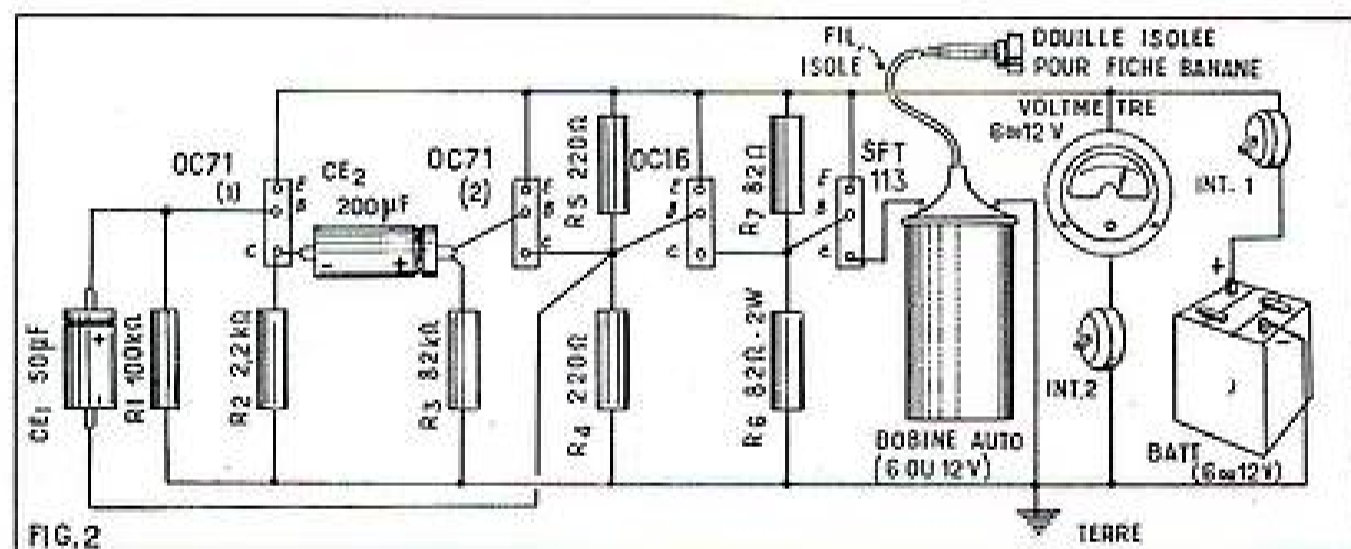
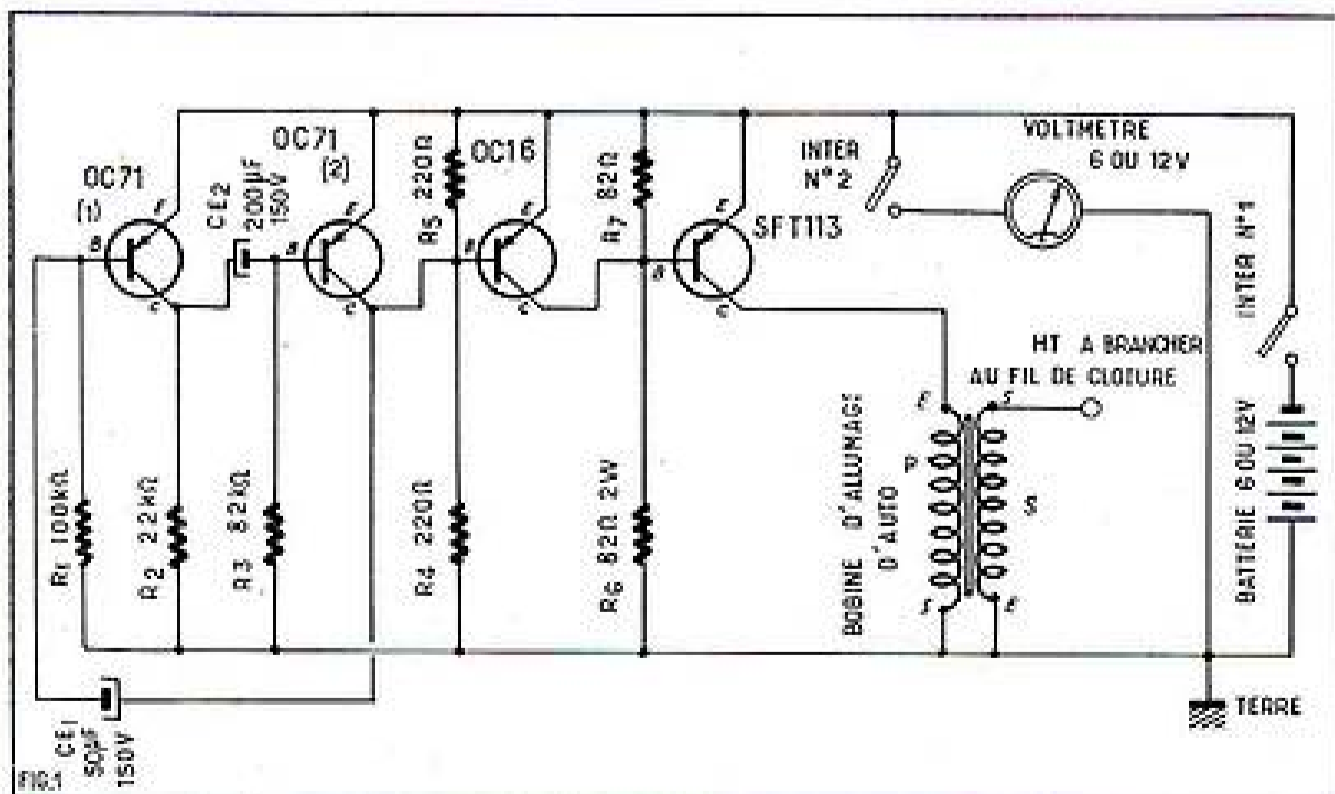

FIG.2
FIG.1
Câblage de l'appareil (fig. 1 et fig. 2).
La sortie (S) de la bobine d'allumage est branchée à la douille isolée pour fiche banane, sur laquelle sera relié par la suite le fil de clôture. Cette sortie HT de la bobine d'allumage est facilement reconnaissable, car elle se trouve au milieu de la partie supérieure de la bobine d'allumage, et elle est isolée dans un manchon en bakélite (fig. 2).
Un voltmètre de 6 ou 12 V (suivant la bobine d'allumage et la batterie utilisées), est connecté entre le - et le + de la batterie (après l'interrupteur N° 1). Sur le pôle + ou le pôle - connecté au voltmètre est intercalé l'interrupteur N° 2 (fig. 1 et fig. 2) qui sert à contrôler si la batterie d'alimentation a une tension suffisante pour le fonctionnement correct de l'appareil. Le contrôle de tension effectué, le voltmètre est mis hors circuit, en manœuvrant l'interrupteur N° 2.